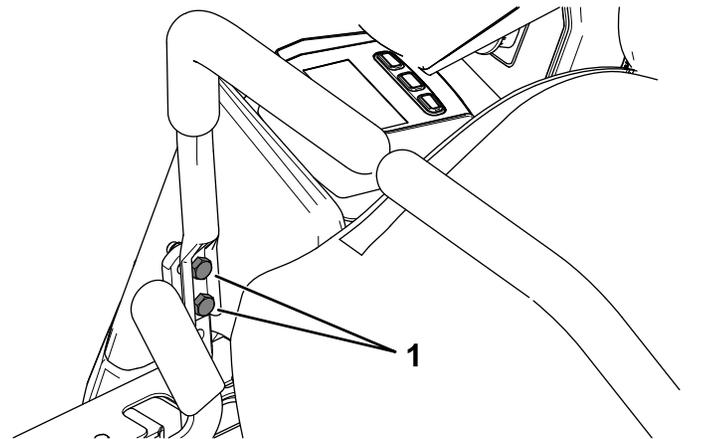

Рисунок 51
8. Если требуется выравнивание, ослабьте 2 крепежных болта рычага управления движением на стороне, где нарушено выравнивание (Рисунок 51).
10. Затяните 2 крепежных болта рычага управления движением (Рисунок 51).